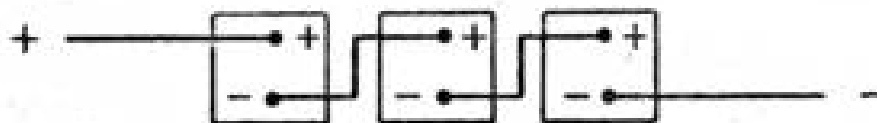

Рис.1. Последовательное соединение элементов
- 7.2. Подключите ЗУ к аккумуляторному блоку напряжением 96В (8шт АКБ по 12В или 16шт АКБ по 6В). Для подключения использовать многожильный провод в одинарной изоляции по типу ПВЗ сечением не менее 4 квадратов. При подключении аккумуляторного блока к ЗУ строго соблюдайте полярность. Если Вы используете несколько аккумуляторных батарей, то их необходимо соединить последовательно (см. рис.1).